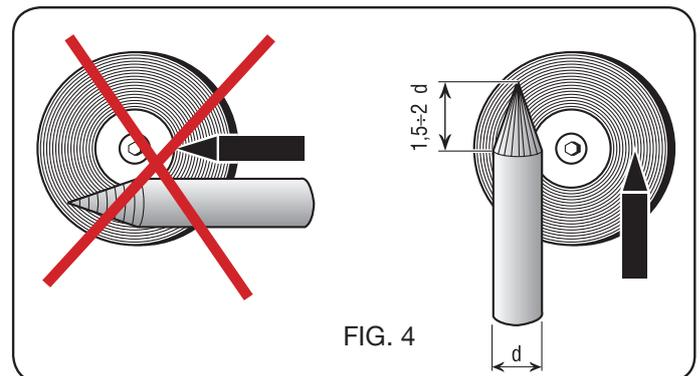

FIG. 4
- Esmerilar la extremidad del electrodo de tungsteno de forma cónica con una longitud de 1,5 - 2 veces el diámetro del electrodo. (fig.4).